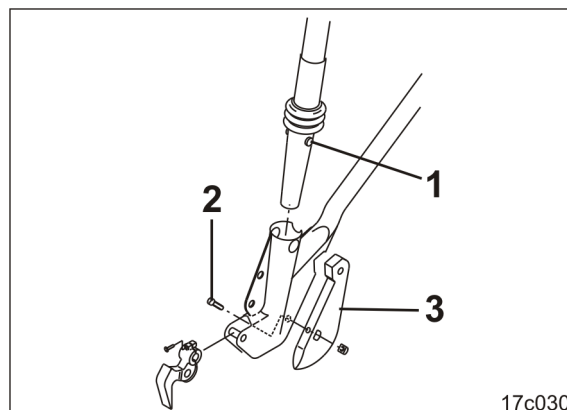

Fig. 234
1. Tryk tragten (Fig. 234/1) ind i skærkroppen.
3. Fjern skruen (Fig. 234/2) (tilspændingsmoment 45 Nm).
4. Lirk skærspidsen (Fig. 234/3) ud af forankringen.